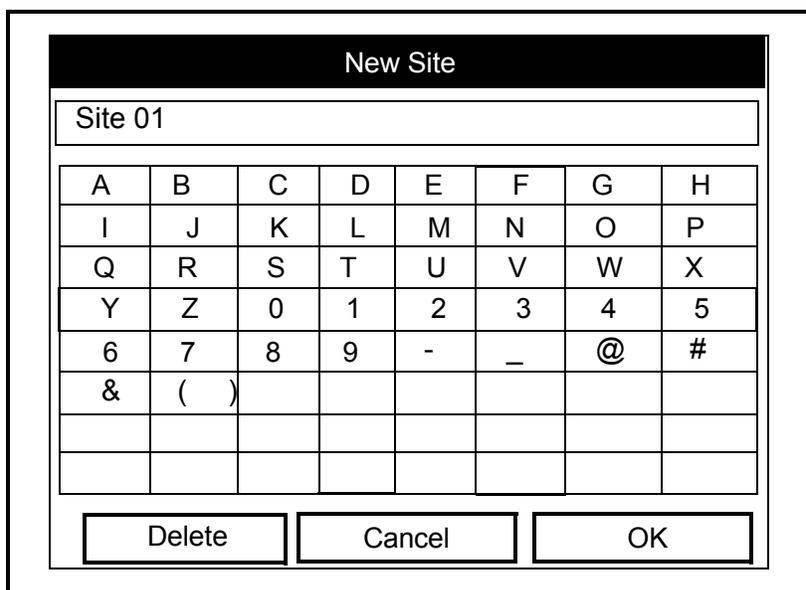

Рис. 4-4. Окно Site Name (Имя объекта)
1. С помощью прокрутки выберите пункт *New* (Создать) в меню *Site Manager* (Диспетчер объекта) и нажмите [ENTER] (ВВОД). Будет показан экран как на рис. 4-4 ниже.